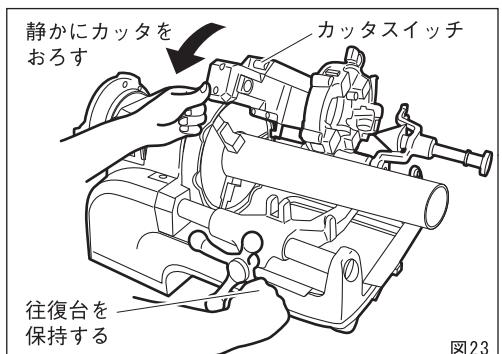

図23
- ③ パイプが回転をはじめたらカッタのスイッチをONにして、カッタをしづかにパイプにのせてください。切れ目が入り安定するまで往復台は保持しておきます。(図23)